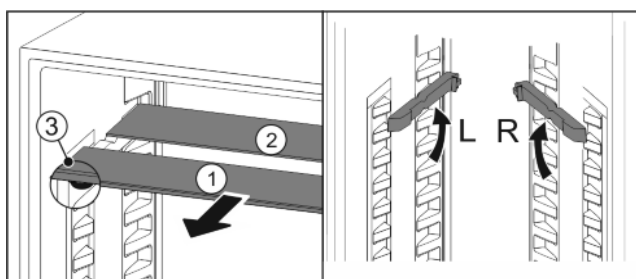

Fig. 19
- ▶ Skleněné desky jednotlivě vytáhněte dopředu Fig. 19 (1).
- ▷ Skleněná deska Fig. 19 (1) se zarážkami leží vpředu.
- ▷ Zarážky směřují dolů Fig. 19 (3).